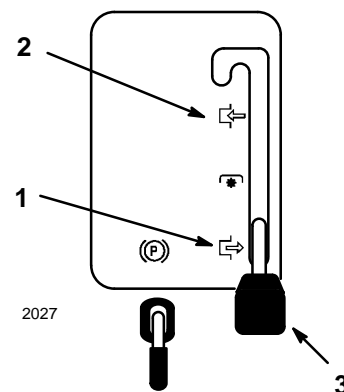

Figure 5
2. Mettre le levier d'embrayage des lames (PdF) en position embrayée (Fig. 5).
2. Mettre le levier d'embrayage des lames (PdF) en position débrayée (Fig. 5).